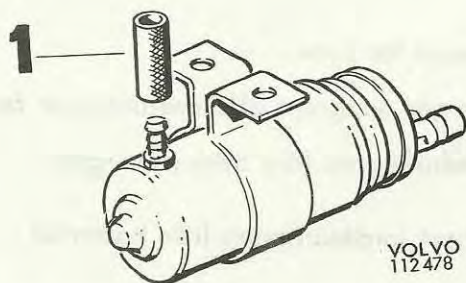

Bild 5
7. Montera ny slang (1 bild 5) på backventilen.